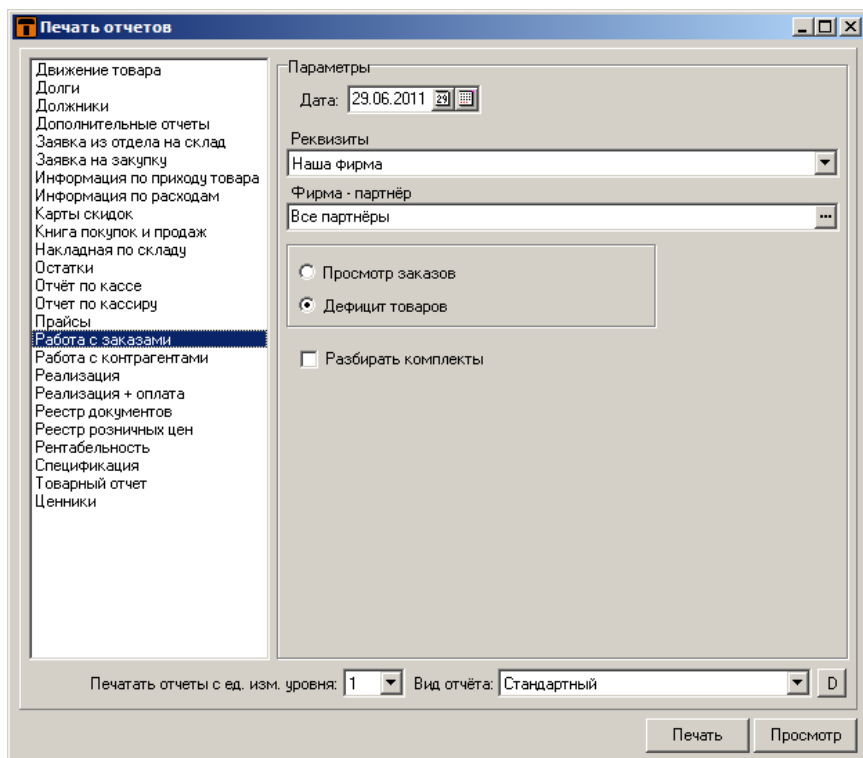

Рис. 151. Формирование отчета «Работа с заказами»
1. По данным о заказах. Для этого поставьте отметку в поле «Просмотр заказов» (рис. 151). В отчет попадут не отгруженные до указанного в поле «Дата» числа товары по счетам, при формировании которых отмечалось галочкой поле «Заказ».